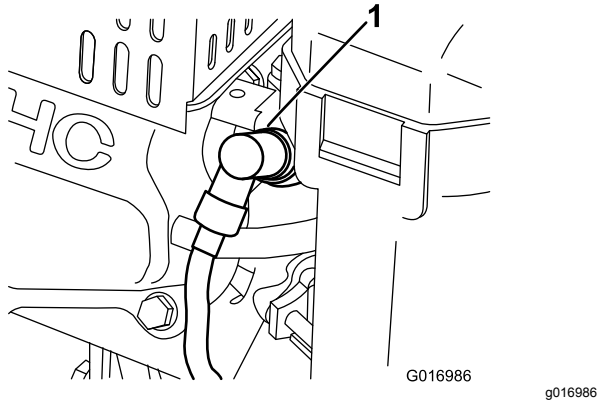

Figura 38
1. Retire o cabo da vela moldado (Figura 38).